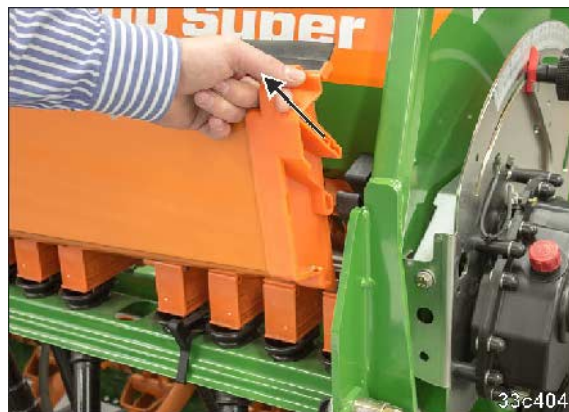

Fig. 221
1. Træk kalibreringsforbybningerne (Fig. 221) opad og ud af holderen.